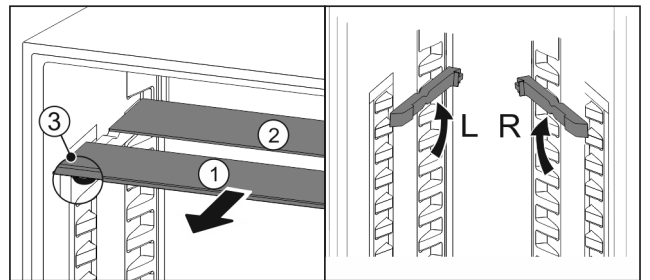

Fig. 20
- ▶ Retire Fig. 20 (1) las planchas de cristal individualmente hacia adelante.
- ▷ La placa de vidrio Fig. 20 (1) con tira decorativa se encuentra en la parte delantera.
- ▷ Los topes Fig. 20 (3) apuntan hacia abajo.